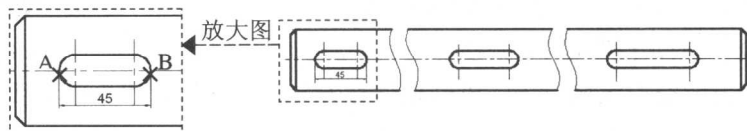

图 1.1.20 创建线性标注 (一)
(1) 创建如图 1.1.20 所示的线性标注。选择下拉菜单 **标注(N)** → **线性(L)** 命令，分别单击图中所示的 A、B 两点，在绘图区的空白区域单击以确定尺寸放置的位置。